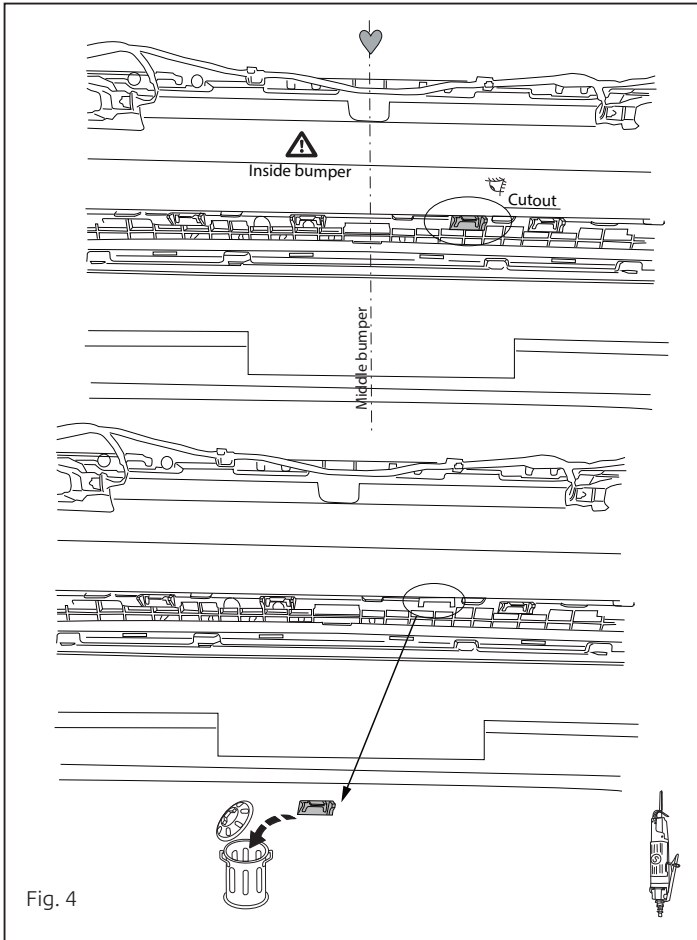

Fig. 4
4. Выпилить обозначенные части, как указано на рис. 4.